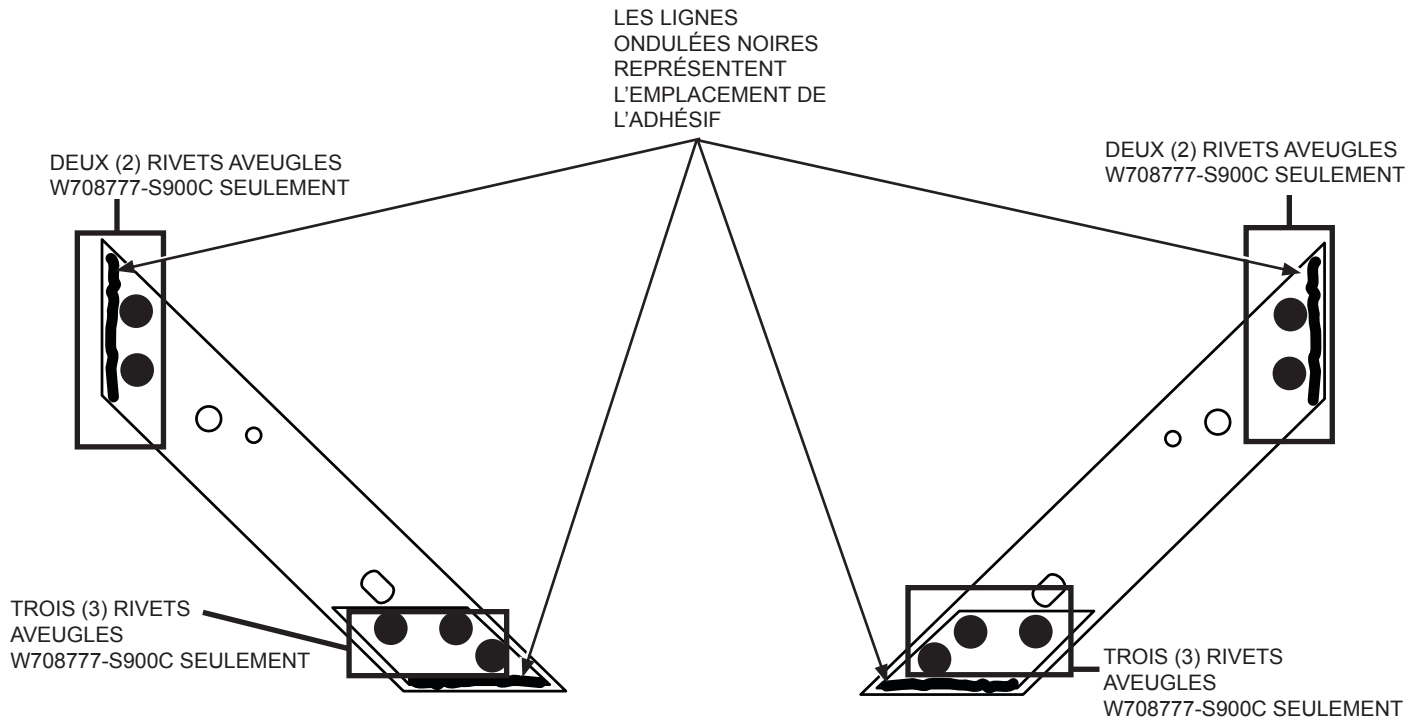

FIGURE 1
- Voir figure 1 pour l'emplacement des rivets et de l'adhésif.